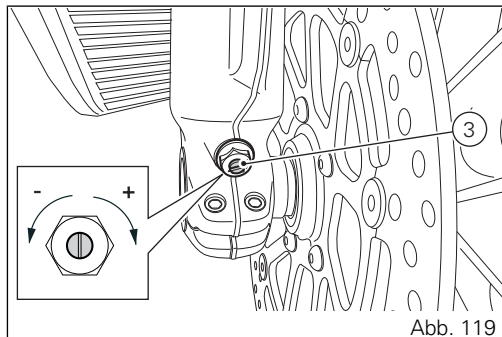

Abb. 119
- 3) zur Änderung der hydraulischen Dämpfung in der Druckstufe (Abb. 119).